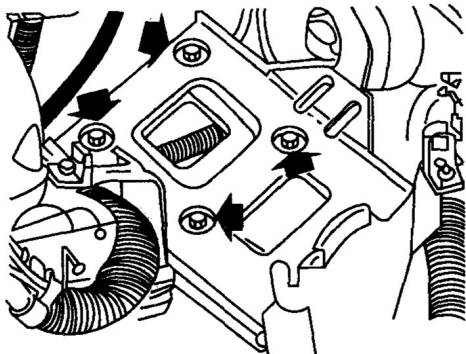
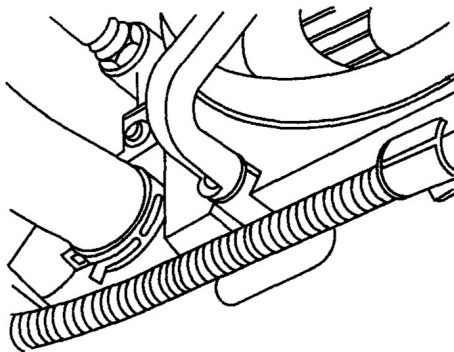

图 1-7 蓄电池支架的拆卸
图 1-8 拔下散热器的下水管
- (1) 打开点火开关，检查车上是否装有编码的收音机，如有则查取防盗密码。音箱防盗密码可通过询问车主索取。
- (2) 断开电动汽油泵的保险丝，起动发动机运转至自动熄火，卸掉燃油系统压力。
- (3) 在点火开关切断的情况下拆下蓄电池搭铁线，拆下蓄电池，注意先向外拉出后再取下。
- (4) 旋松蓄电池支架紧固螺栓，拆下蓄电池支架，如图 1-7 所示。
- (5) 在发动机下放置一个收集盘，旋开冷却液储液罐盖。
- (6) 如图 1-8 所示，松开散热器下水管夹箍，拔下散热器的下水管，放出冷却液。所抽取的冷却液必须用干净的容器予以收集，用于处理或再使用。